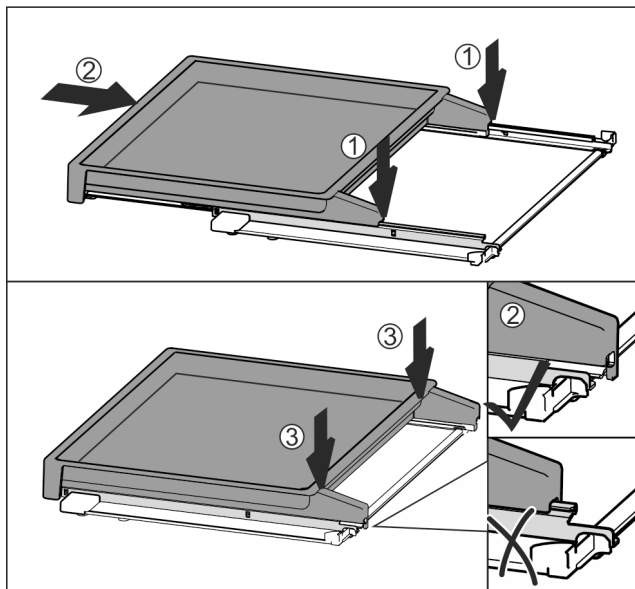

Fig. 33
- Nasad'te uprostřed na kolejničky Fig. 33 (1).
- Vysouvací přihrádku zcela zasuňte Fig. 33 (2).
- Zatlačte pak na zadní straně, až slyšitelně zacvakne Fig. 33 (3).